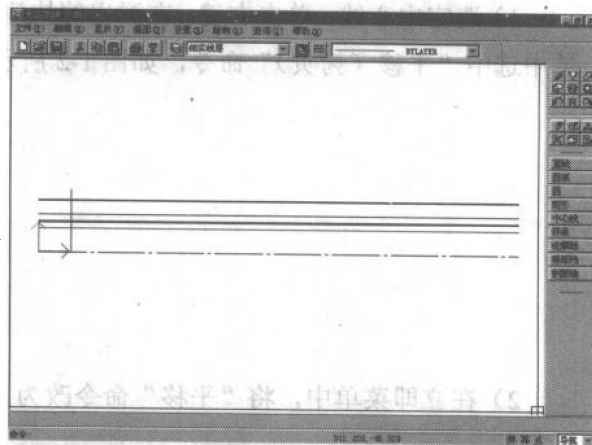

图 1-6 绘制端线
回车其结果如图 1-6 所示。
1) 选择对象：(选择图 1-6 中的垂直线)；